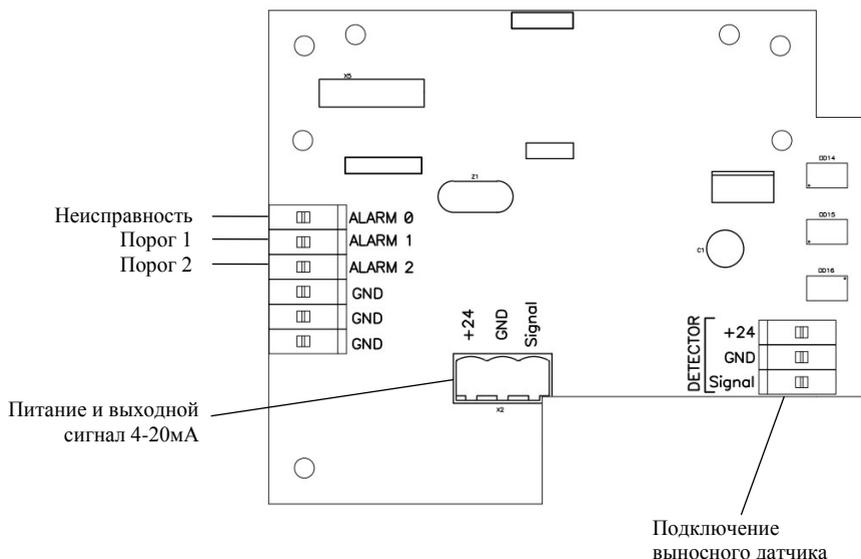

Рис.2 Чертеж основной печатной платы
2.2 Пульт имеет три выходных управляющих сигнала: **Порог1**, **Порог2** и **Неисправность**. На основной печатной плате **Порог1** имеет маркировку ALARM1, **Порог2** – ALARM2, **Неисправность** – ALARM0 (см. рис.2).
- пропустить конец кабеля с зачищенными проводами через гермовводы и закрепить провода в клеммных колодках на основной печатной плате в строгом соответствии с маркировкой контактов, указанной на основной печатной плате (см. рис.2).